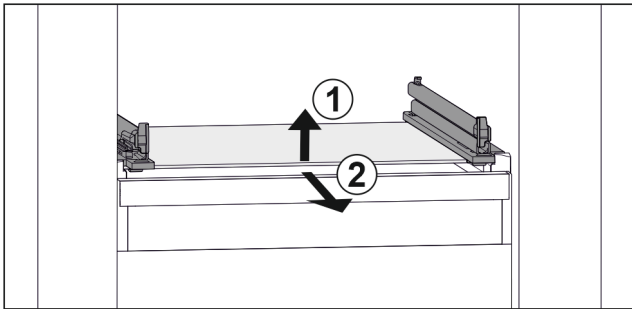

Fig. 38 Beispielhafte Darstellung der Glasplatte
- ▶ Glasplatte vorne anheben. Fig. 38 (1)
- ▶ Glasplatte nach vorne entnehmen. Fig. 38 (2)